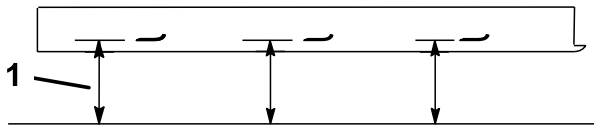

Bild 55
2. Messen Sie von einer ebenen Fläche bis zu den Schnittkante (Position A) der Messer (Bild 55). Notieren Sie diesen Wert.